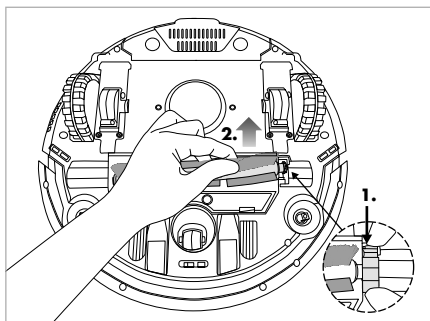
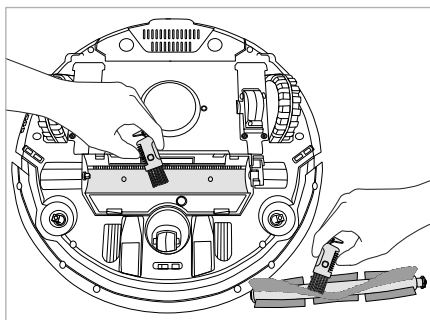

Fig. 16
Fig. 17
- 2) Rimuovere il blocco del rullo a spazzola **22**. Afferrare il rullo a spazzola **31** dal lato destro e toglierlo dall'apparecchio (vedere fig. 16). Servendosi dell'apposito spazzolino **11**, rimuovere peli e sporco. Se necessario, pulire anche il vano del rullo a spazzola (vedere fig. 17).